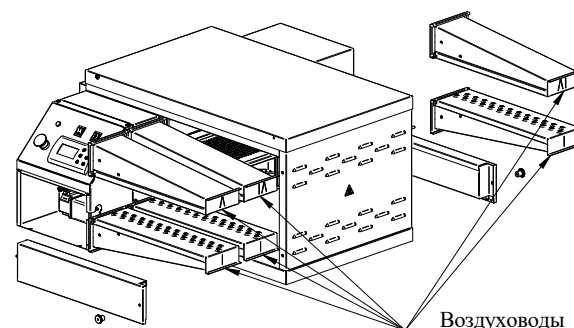

Рис. 13
3. Вынуть воздуховоды из камеры (см. Рис. 13).